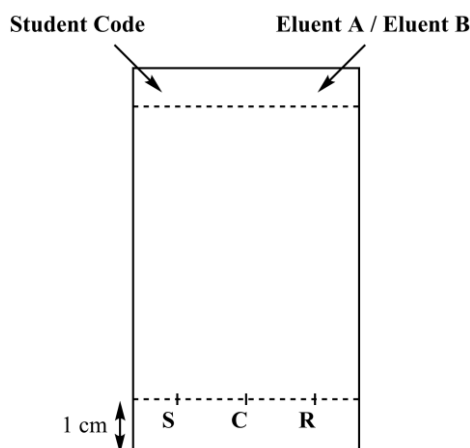

Figura 3. Preparación de una placa de TLC
- Prepara tu TLC.** Usa un lápiz para **marcar** con mucho cuidado la línea de inicio (1 cm por encima de la base de la placa), y marca las posiciones de cada una de las 3 muestras. **Rotula** las posiciones como **S** (estándar), **C** (producto impuro), y **R** (producto recrystalizado) (ver Figura 3). En la parte superior derecha de la placa, **escribe** el solvente utilizado (**Solvente A** o **Solvente B**). **Siembre** las tres muestras en las placas usando los capilares.